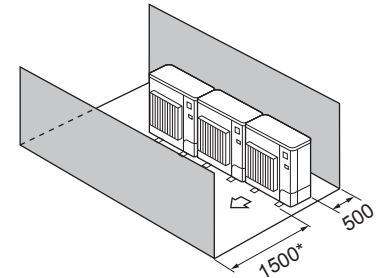

Fig. 2-11
④ Yalnızca öndeki ve arkadaki engeller (Fig. 2-11)